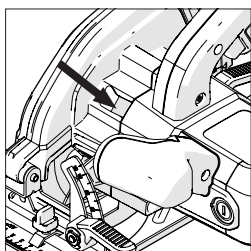

Fig. 3
- Localice el botón del seguro del eje de la máquina (que está situado de forma similar en todas las máquinas). Bloquee el eje de la máquina activando el botón del seguro del eje. (Fig. 3).